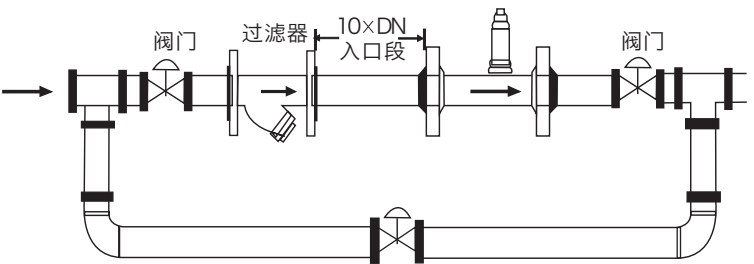

图8-3安装场所示意图
- 2.水平安装传感器要求管道不应有目测可察觉的倾斜(一般在5° 以内),垂直安装传感器管道垂直度偏差亦应小于5。在不能停流的场所，应装旁通管和可靠的截止阀(见图8-3).测量时要确保旁通管无泄漏。